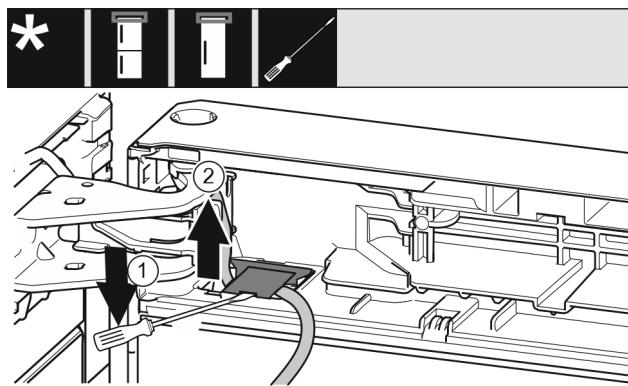

Fig. 8
- ▶ Ravnim odvijačem podignite pokrov i potom ga izvucite. Fig. 8 (1)
- ▶ Izvucite kabel. Fig. 8 (2)